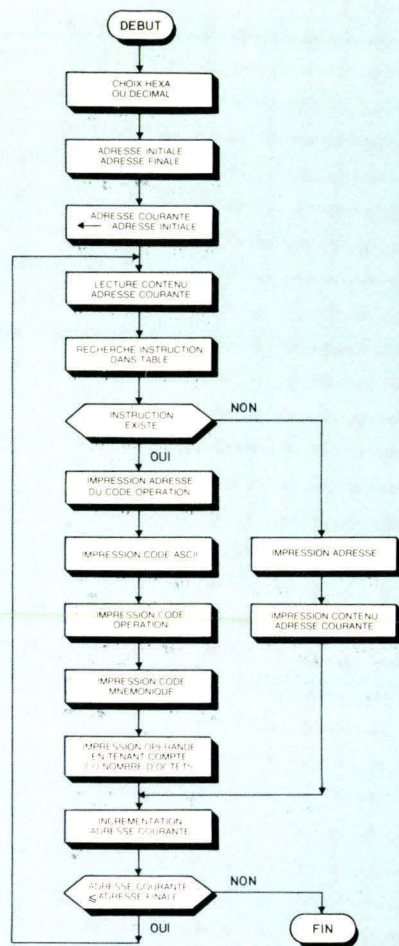

Fig. 4
CHR\$(X) qui délivre le caractère ASCII correspondant au nombre décimal X. Nous aboutissons ainsi à l'organigramme de la **figure 4**.
Le problème ayant été « débroussaillé », et forts de l'outil que nous avons constitué avec l'organigramme de la **figure 4**, il nous faut rassembler maintenant des renseignements sur le microprocesseur utilisé (ici le 6502). Ces